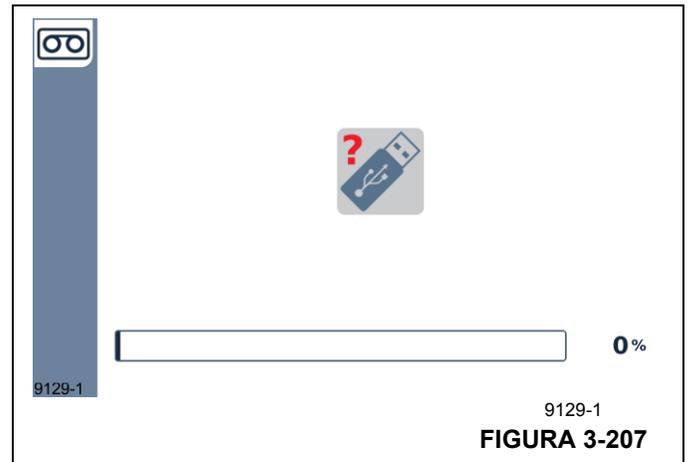

FIGURA 3-207
2. Inserte el dispositivo USB en el puerto USB del RDM (Figura 3-207).